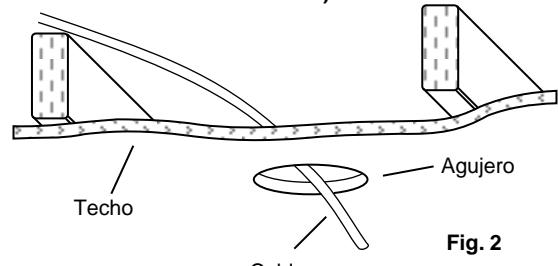

Fig. 2
3. Run non-metallic (NM) cable (also known as Romex) or an armored cable (also known as BX) from your circuit breaker or fuse panel to the hole, providing 6" (15,2 cm) to 8" (20,3 cm) of slack extending below the hole. Cable having up to 12 AWG wiring may be used. (Fig. 2) (**WARNING - Use cables having wires rated 90°C or more.**)
3. Corre el cable no metálico (NM) (también conocido como Romex) o un cable blindado (también conocido como BX) desde el interruptor o fusible del panel hasta el agujero, proporcionando 6 "(15,2 cm) a 8" (20,3 cm) de holgura debajo del agujero. Puede utilizarse un cable tener hasta 12 cables AWG. (Fig. 2) (**ADVERTENCIA: Utilice cables con alambres nominal 90° C o más.**)
3. Passez un câble non métallique (NM – également appelé Romex) ou un câble blindé (également appelé BX) du boîtier des disjoncteurs ou des fusibles jusqu'à l'ouverture pratiquée dans le plafond, en prévoyant une longueur supplémentaire de 6 à 8 po (15,2 à 20,3 cm) dépassant de l'ouverture. Vous pouvez utiliser un câble de calibre allant jusqu'à 12 AWG. (Fig. 2) (**MISE EN GARDE – utilisez des câbles calibrés pour résister à une température d'au moins 90°C .**)